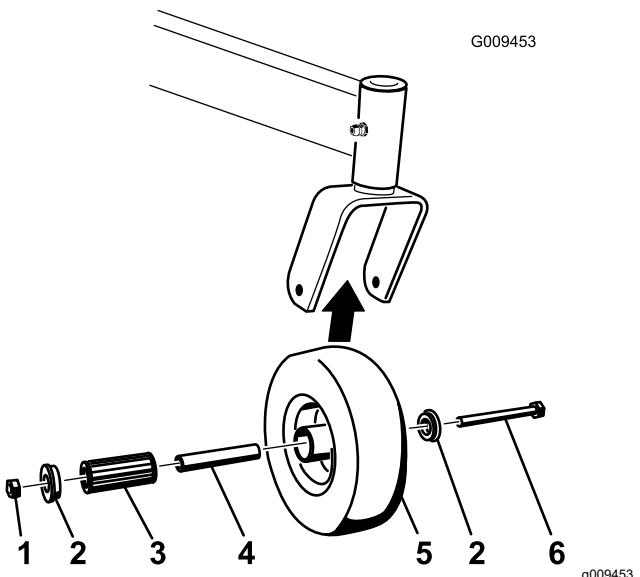

Figura 48
1. Retire la contratuerca y el perno que sujetan la rueda giratoria a la horquilla (Figura 48).
2. Retire uno de los casquillos, y tire del casquillo intermedio y del cojinete de rodillos para sacarlos del cubo de la rueda (Figura 48).
3. Retire el otro casquillo del cubo de la rueda y límpie la grasa y la suciedad del cubo de la rueda (Figura 48).
Nota: Repare o cambie cualquier pieza dañada o desgastada (Figura 48).
5. Coloque uno de los casquillos en el cubo de la rueda (Figura 48).
6. Engrase el cojinete de rodillos y el casquillo intermedio y deslícelos en el cubo de la rueda (Figura 48).
7. Coloque el segundo casquillo en el cubo de la rueda (Figura 48).
8. Instale la rueda giratoria en la horquilla y fíjela con el perno y la contratuerca (Figura 48).
9. Apriete la contratuerca hasta que el casquillo intermedio se apoye contra el interior de las horquillas de las ruedas giratorias (Figura 48).